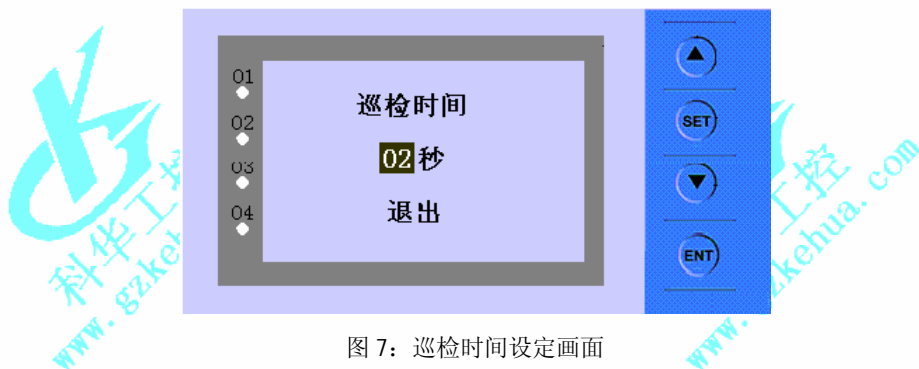

图 7: 巡检时间设定画面
(1) 巡检时间设定: 巡检时间设定画面如图 7 所示。“巡检时间”选项有: 2-40 秒, 出厂设定 2 秒。